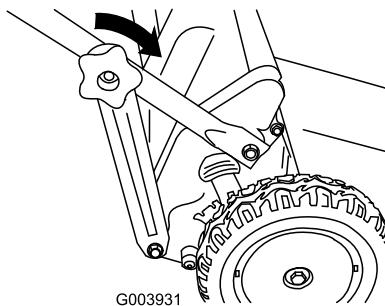

Figura 17
- Montate le manopole della sezione inferiore della stegola e serratele a fondo (Figura 17).